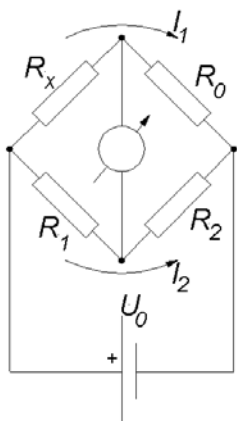

Abb. 4.5: Wheatstone'sche Messbrücke
Man verhindert diesen Einfluss, indem man stromlos misst; dies erreicht man durch eine sogenannte Brückenschaltung (Wheatstone-Brücke, Abb. 4.5). Dazu verbindet man den zu bestimmenden Widerstand wie in der Abbildung mit drei anderen bekannten Widerständen, von denen mindestens einer verstellbar ist, z.B. R_1 . Diesen Widerstand stellt man so ein, dass das Messgerät keinen Strom anzeigt (keine Spannung zwischen P_0 und P_1). Das ist der Fall, wenn die Spannungsabfälle an R_2 und R_0 gleich sind (womit natürlich auch die Spannungsabfälle an den anderen beiden Widerständen R_1 und R_2 gleich sein müssen). Weil kein Strom durch das Messgerät fließt, muss der von R_x kommende Strom I_1 vollständig weiter durch R_0 fließen. Damit ergibt sich
1. Kalibrierung: Nach Erstellung der Schaltung gemäß Abb. 4.5 wird der Widerstand R_x in ein Gefäß mit Wasser bei Zimmertemperatur gehängt. Anschließend wird so eingeregelt, dass das Messinstrument Stromlosigkeit anzeigt. Nach diesem Abgleich darf R_x nicht mehr verändert werden. Man ersetzt dann den Widerstand R_x durch eine Widerstandsdekade. Für